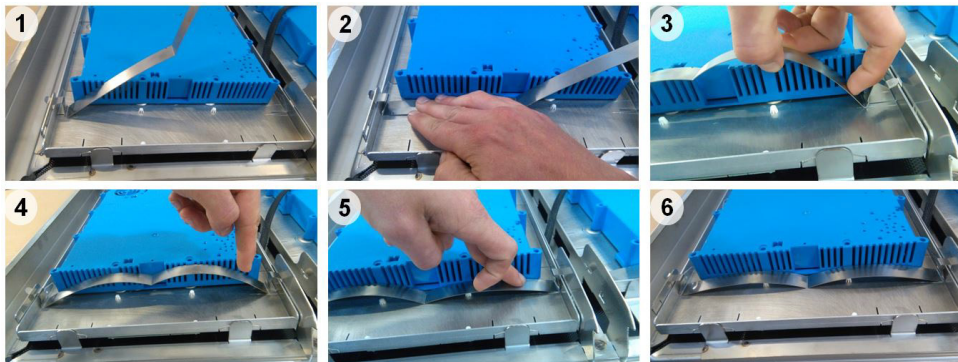

Fig. 0-33 Montage af bladfjeder
- 2) Afmonter bladfjedre foroven og forneden på generator, se Fig. 0-33
- 4) Kontroller at fjedre, ledninger og kabler sidder som det skal, se Fig. 0-33 Montage af bladfjeder.